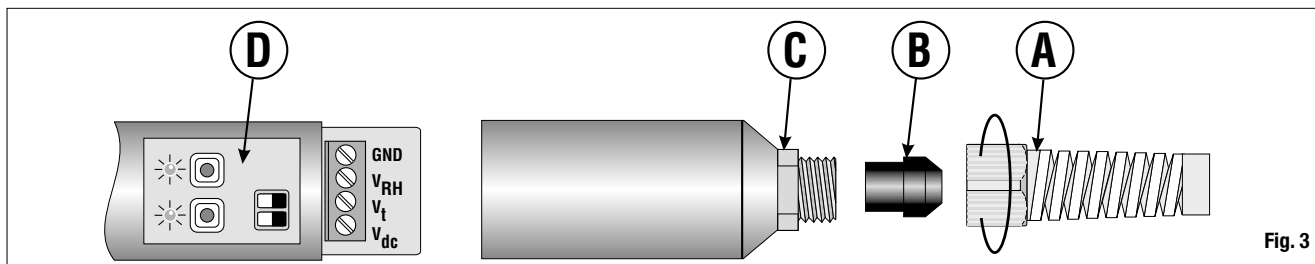

Fig. 3
Pour avoir accès à la barrette de connexion du transmetteur, procéder comme suit (voir la figure 3): dévisser la gaine A, enlever le joint B et dévisser le fond C. Faire passer le câble à travers les trois éléments A, B et C puis effectuer les connexions à la barrette. Refermer le tout en maintenant ferme le câble au moment de la fermeture de la gaine A pour éviter de le tordre.
1. Pour avoir accès à la barrette de connexion, dévisser la gaine A (voir la figure 3) en maintenant ferme le câble pour éviter de le tordre. Repousser le joint en arrière et dévisser le fond de l'instrument.